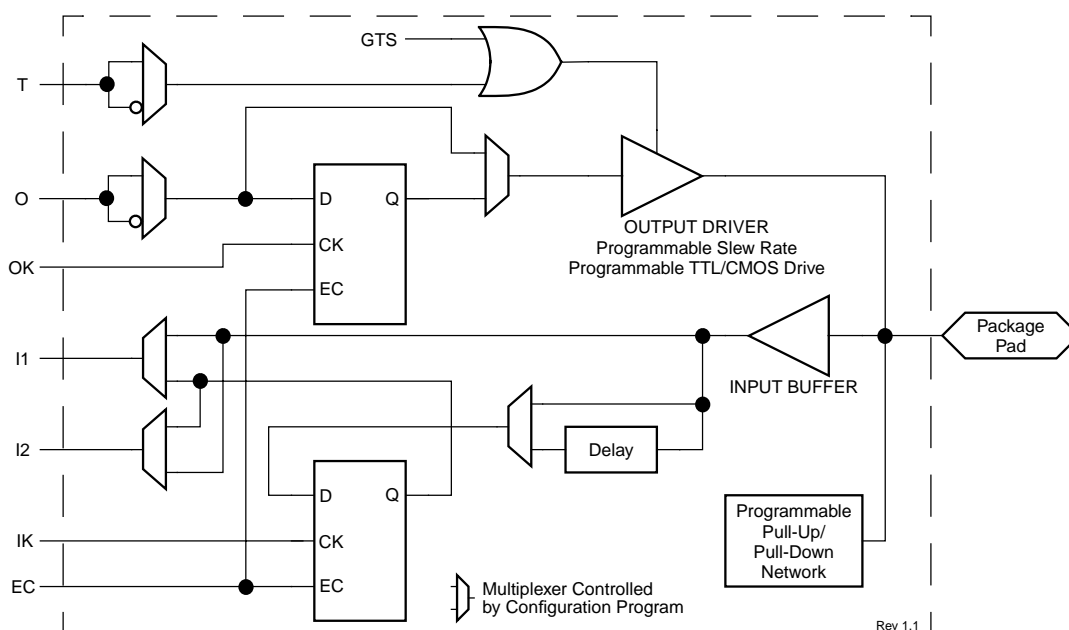

図 5 簡略化した Spartan IOB のブロック図
各 IOB は 1 本のパッケージピンを制御し、入力信号、出力信号、または双方向信号としてコンフィギュレーションできます。図 5 に、Spartan IOB の簡略化したブロック図を示します。
IOB に対する入力信号は、直接配線チャンネルに接続するか (図 5 の I1 と I2 を経由して)、または入力レジスタに接続するようにコンフィギュレーションすることができます。入力レジスタは、エッジトリガのフリップフロップまたはレベル センシティブなフリップフロップにプログラムすることができます。表 3 に、このレジスタの機能を示します。
入力レジスタの出力は、配線チャンネルに接続されます (図 5 の I1 と I2 を経由)。IOB から出力される I1 と I2 の信号は、それぞれ直接入力信号またはレジスタ入力信号を伝えることができます。
アクティブ High のスリーステート信号を使って、スリーステート出力または双方向性の I/O をインプリメントし、出力バッファをハイインピーダンス状態にすることができます。コンフィギュレーションコントロールの下で、出力信号 (O) および出力スリーステート信号 (T) を反転することができます。これらの信号の極性は、各 IOB に対して独立に設定することができます (図 5)。デフォルトとして、Spartan 出力バッファのプルアップ構成は、TTL に似たトータムポールにコンフィギュレーションされます。High 側のドライバは n チャンネルのプルアップトランジスタであり、Vcc より 1 トランジスタ スレッシュホールド低い電圧にプルアップします。この代わりに、Vcc にプルアップする p チャンネルプルアップトランジスタを追加して、グローバルに出力を CMOS ドライバにコンフィギュレーションすることもできます。ビットストリーム生成ソフトウェアを使って適用されたこのオプションは、デバイスの全出力に適用されます。これは個別にプログラムすることはできません。